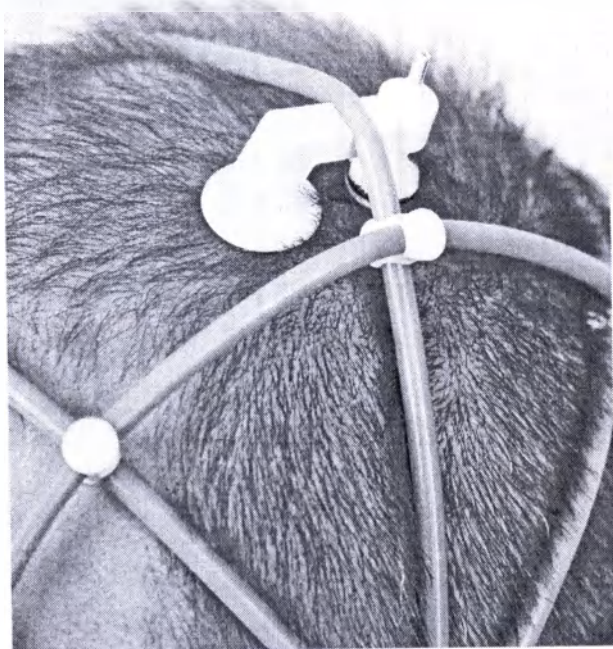
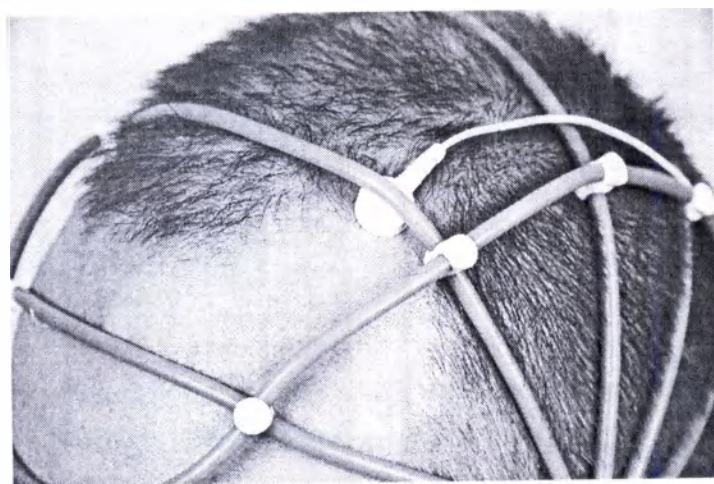

Рис. 1. Установка мостикового ЭЭГ-электрода
Рис. 2. Установка чашечкового ЭЭГ-электрода
3. Установите электроды на мостиковом креплении или чашечковые электроды на голове пациента, используя шлем-сетку (рис. 1, рис. 2).